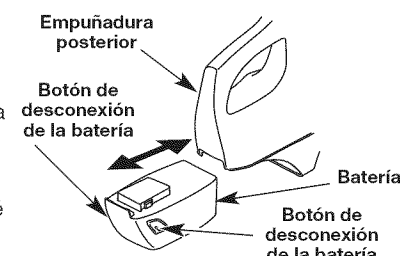

Fig. 2
1. Alinee la lengüeta de la batería con la cavidad en la empuñadura (Fig. 2).
1. Oprima los dos botones de desconexión de la batería y manténgalos oprimidos (Fig. 2).
1. Ajuste la batería en la cavidad de la empuñadura (Fig. 2). Remítase a *Instalación de la batería*.